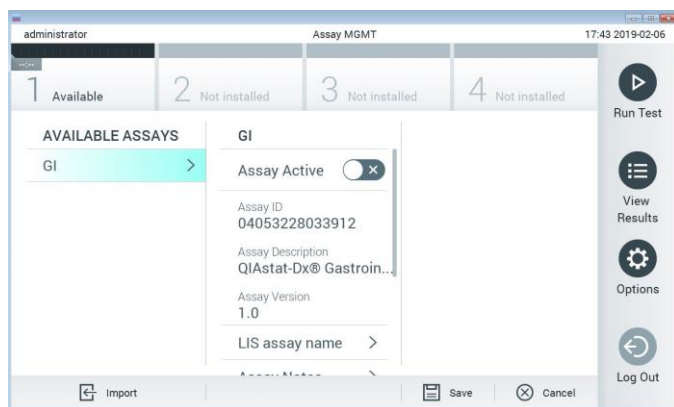

Figura 23. Ecranul Assay management (Gestionarea testelor).
2. Apăsăți butonul **Options** (Opțiuni), apoi selectați **Assay Management** (Gestionarea testelor). Ecranul Assay Management (Gestionarea testelor) apare în zona de conținut a afișajului (Figura 23, pagina următoare).